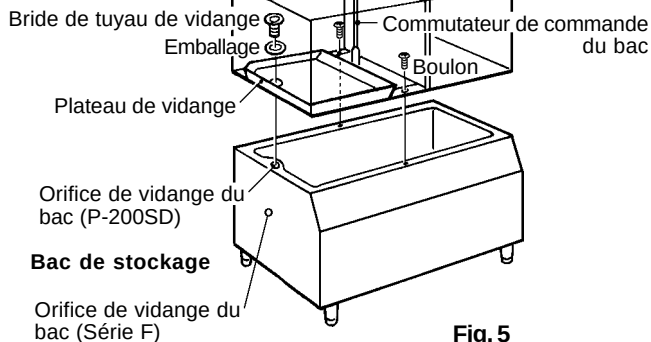

Fig. 5
5) Placez la machine à glace au-dessus du bac de stockage en veillant à ne pas endommager le cadre de la machine et le commutateur de commande du bac. Voir Fig. 5.
6) Fixez la machine à glace en vissant les deux boulons fournis. Voir Fig. 5.
7) Alignez l'orifice de vidange du bac de stockage à l'orifice du plateau de vidange. Insérez l'emballage (accessoire du bac) et serrez la bride du tuyau de vidange (accessoire du bac). Voir Fig. 5.